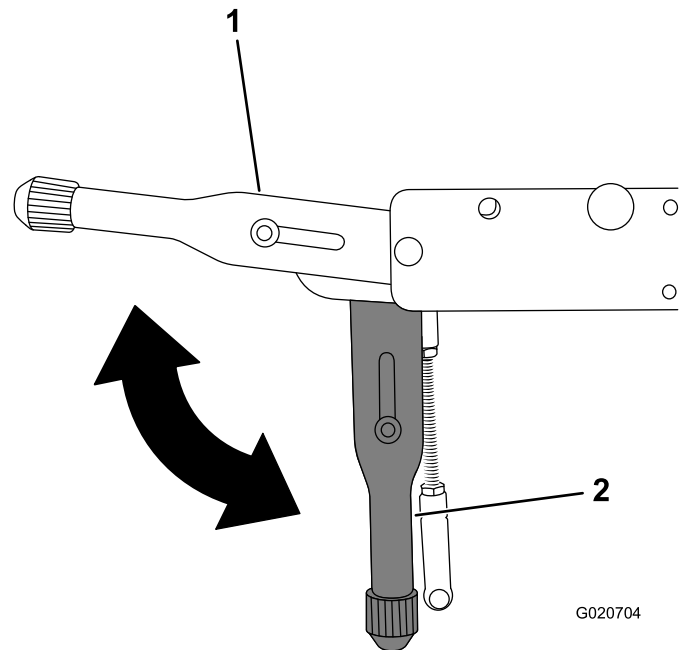

Figura 29
2. Tire hacia arriba de la palanca del freno de estacionamiento para poner el freno, y arranque el motor (Figura 29).
5. Empuje hacia abajo la palanca del freno de estacionamiento para quitar el freno (Figura 29).
6. Quite el freno de estacionamiento (Figura 29).
3. Quite el freno de estacionamiento (Figura 29).
2. Ponga el freno de estacionamiento (Figura 29).